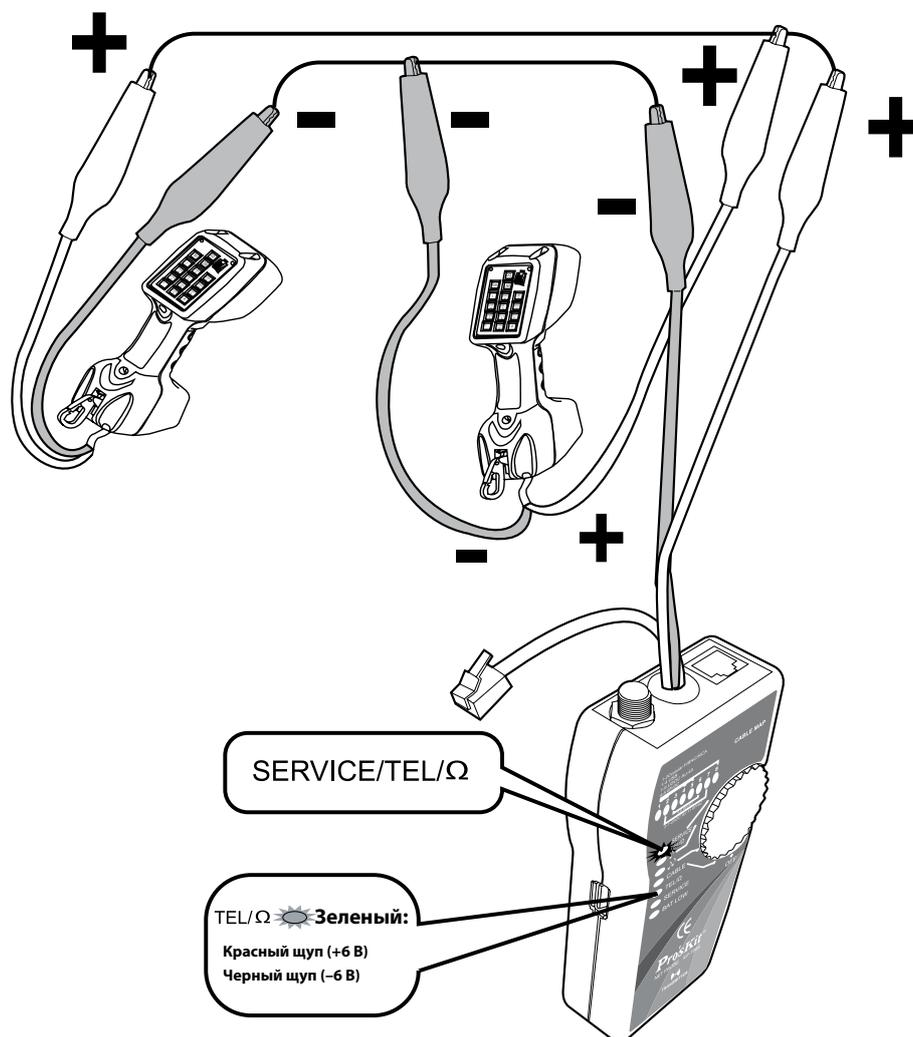

Рис. 10. Схема запитки тестового телефонного оборудования от тонового генератора
В режиме питания тестового телефонного оборудования от тонового генератора требуется генерация большего выходного тока. При работе оборудования в этом случае рекомендуется для питания тонового генератора использовать 9-В щелочную (алкалиновую) батарею типа NEDA 1604A или IEC6LR61. В том случае, если нет запитки телефонной линии от центральной АТС, тоновый генератор может обеспечить напряжение 6 В на нагрузке 600 Ом, которое необходимо для питания тестового телефонного оборудования (телефонной трубки или трубки-тестера). Подключение см. рис.10.
1. Подключите тоновый генератор для проверки по схеме, показанной на рис. 10.